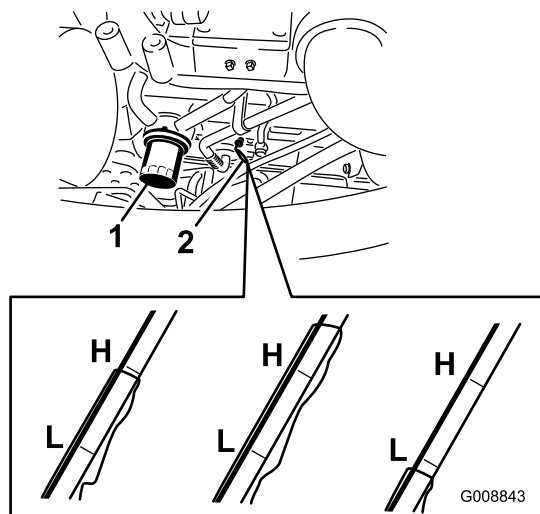

Figure 59
2. Sortez la jauge (Figure 59), essuyez-la sur un chiffon propre, replacez-la dans le goulot de remplissage, puis ressortez-la. Le niveau d'huile doit atteindre le repère maximum.
2. Déposez le filtre à huile (Figure 59). Appliquez une fine couche d'huile propre sur le joint du filtre de rechange avant de le visser en place. **Ne serrez pas excessivement.**